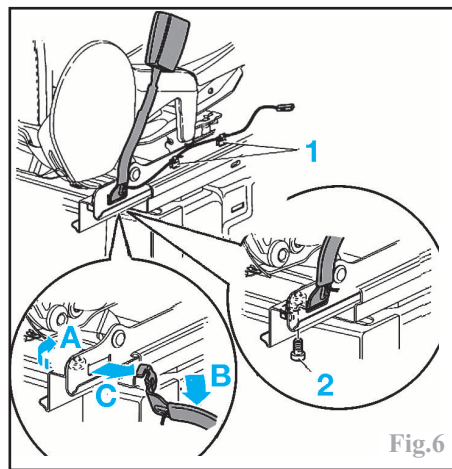

Fig.6
Décliper le faisceau (1) de la boucle de ceinture du siège (Fig.6).